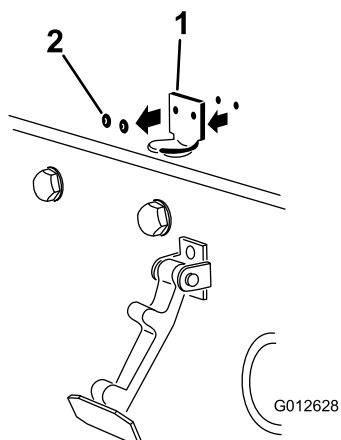

Figure 15
2. Retirez les (2) rivets qui fixent le support du loquet au capot (Figure 15) et déposez le support du capot.